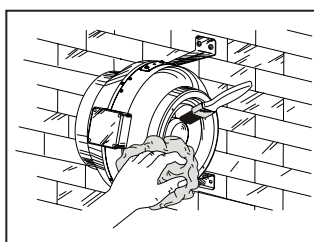

Рис. 20
3. Очистите поверхности вентилятора мягкой тканью или кисточкой, смоченной в теплом мыльном растворе, после чего протрите поверхности насухо (рис. 20);